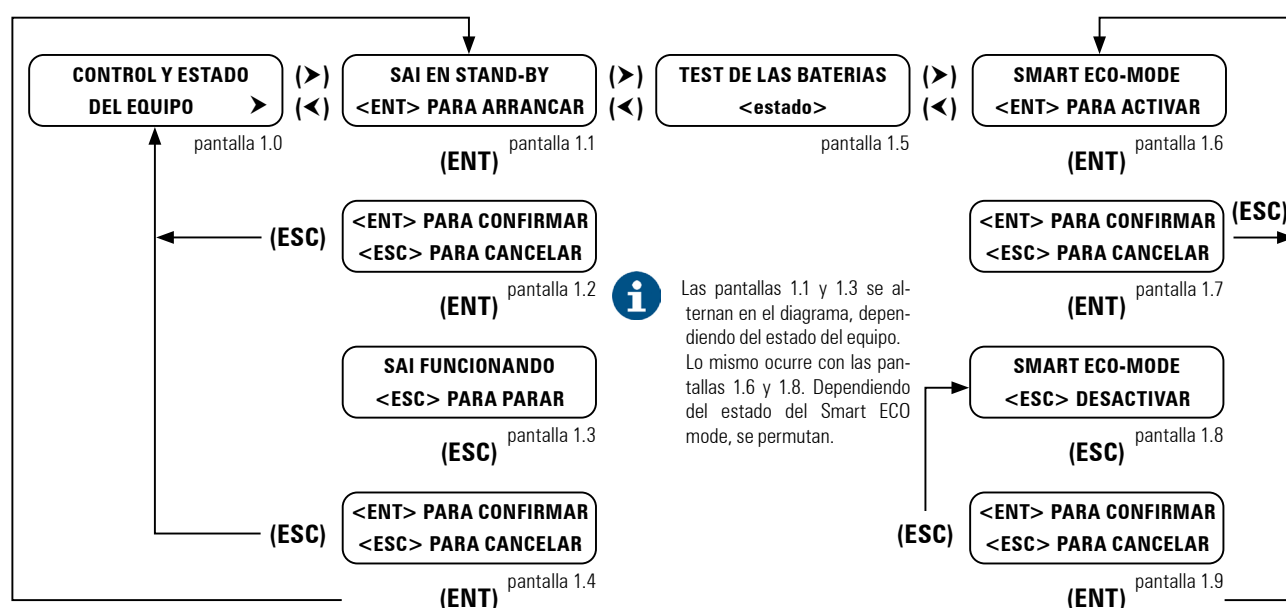

Fig. 44. Diagrama, procedimiento de puesta en marcha / paro.
-  Sólo para equipos en paralelo. Para ver la jerarquía de los SAI (estado del paralelo), es necesario volver a la pantalla principal en cada equipo (pulsar 3 veces (ESC)) y acceder a la pantalla 0.1 en todos ellos (pulsar una vez la tecla (►)), ver Fig. 44: